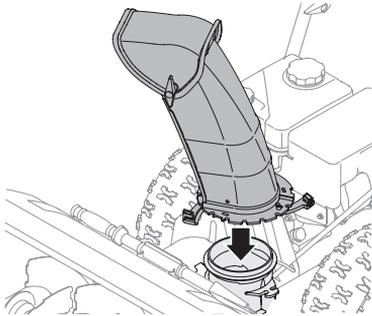

Figura 9
1. Ubique el conjunto del canal sobre la base (Figura 9).